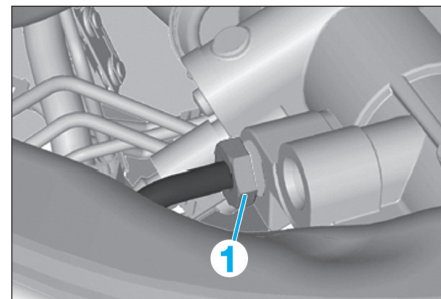

FIG. 28
• Débrancher la conduite de retour (1) (Fig.28).